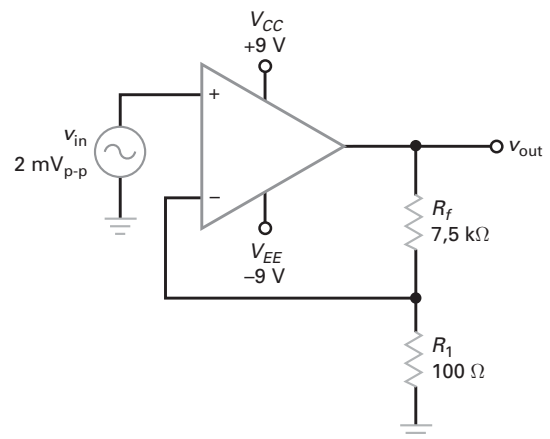

Figura 17-16
- 17-5** Na Figura 17-16, o amp-op tem um R_{in} de 3 MΩ e um R_{CM} de 500 MΩ. Qual a impedância de entrada em malha fechada? Use um A_{VOL} de 200.000 para o amp-op.
- 17-6** Qual a impedância de saída em malha fechada na Figura 17-16? Use um A_{VOL} de 75.000 e R_{out} de 50 Ω.
- 17-7** Suponha que o amplificador da Figura 17-16 tenha uma distorção harmônica total em malha aberta de 10%. Qual a distorção harmônica total em malha fechada?